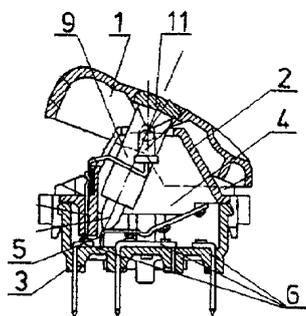

рис.3
**Тумблер клавишного типа** описан в патенте Польши 172443 (1997 г.). Тумблер (**рис.3**)